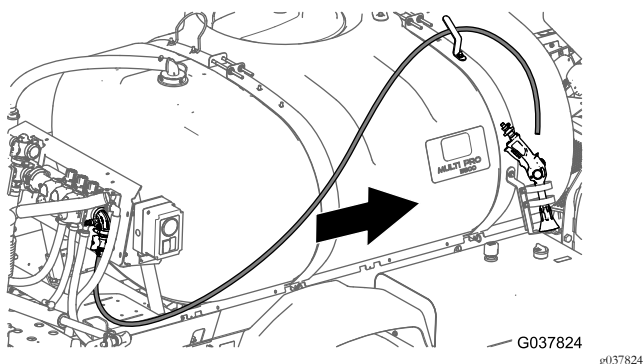

Figura 95
4. Disponete il flessibile di alimentazione in avanti lungo il serbatoio dell'irroratrice, verso la staffa della pistola di irrorazione e fissate il flessibile al telaio del serbatoio con 3 fascette per cavi (Figura 95).